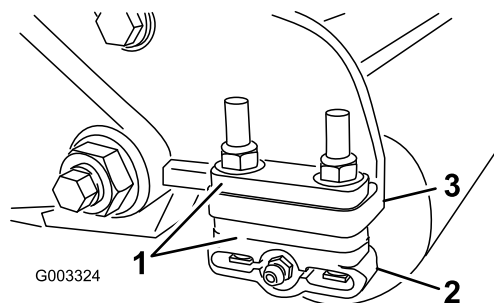

図 18
1. 希望の刈高範囲に必要な数のスペーサを高チャートで確認し、スペーサをサイド・プレートの取り付けフランジ（図 18）の下に入れて、後ローラのブラケットの位置を正しくセットする（図 18）。